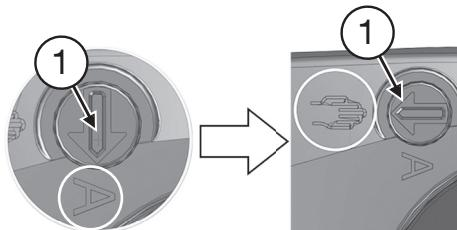

Fig. 11
2. Réglér l'interrupteur (1) sur service manuel en le tournant avec un tournevis vers la droite de 90°, de sorte que la fente se trouve en position horizontale, et que la flèche pointe sur le symbole «main» (fig. 11).